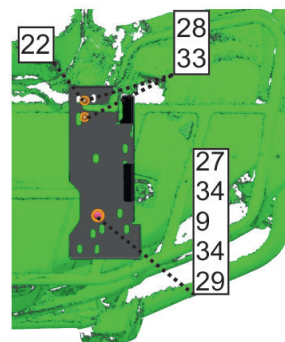

Рис.2
6. Кронштейны выноса радиатора крепить в штатное отверстие в центре винтами М8х35 поз.27 и гайками М8 нейл. поз.29 через втулки поз.9 и шайбы 8 увелич поз.34; сзади: хомутами U-образ. поз.22, гайками М6 нейл. поз.28 через шайбы 6 увелич. поз.33(см. рис.2).